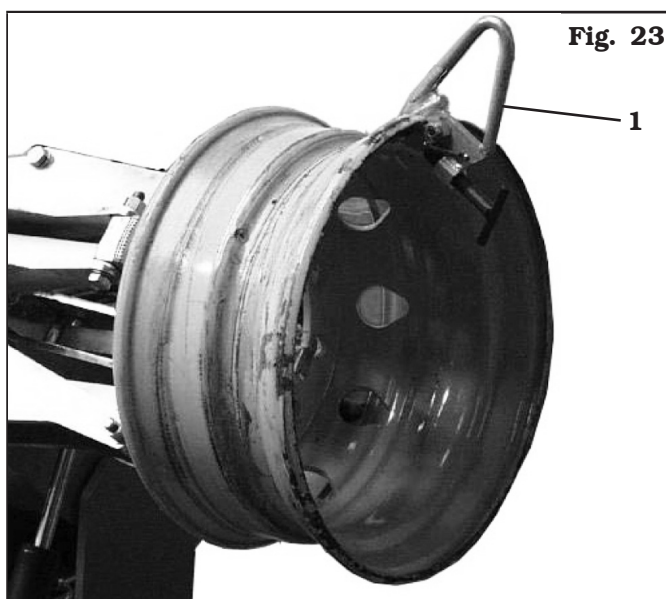

Fig. 23
- Monter l'étau (Fig. 23 réf. 1) sur le rebord externe de la jante dans le point le plus haut comme indiqué sur la Fig. 23.
- Monter l'étau (Fig. 23 Réf. 1) sur le rebord externe de la jante dans le point le plus haut.
- Monter l'étau (**Fig. 23 réf. 1**) sur le rebord externe de la jante dans le point le plus haut comme indiqué sur la **Fig. 23**.